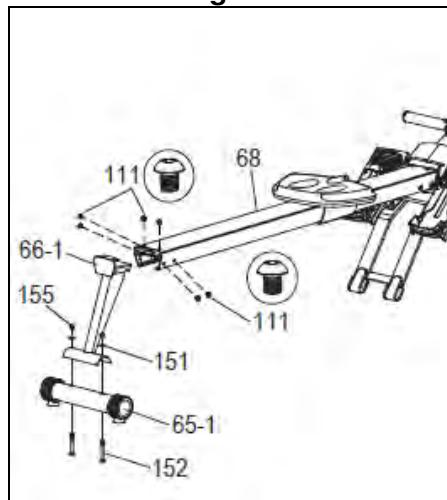

Fig.8
los reposapiés (145) y (146) para ajustar la posición. Suelte los botones (143) y mueva los reposapiés hasta que suene un click para fijarlos. Fig.8.